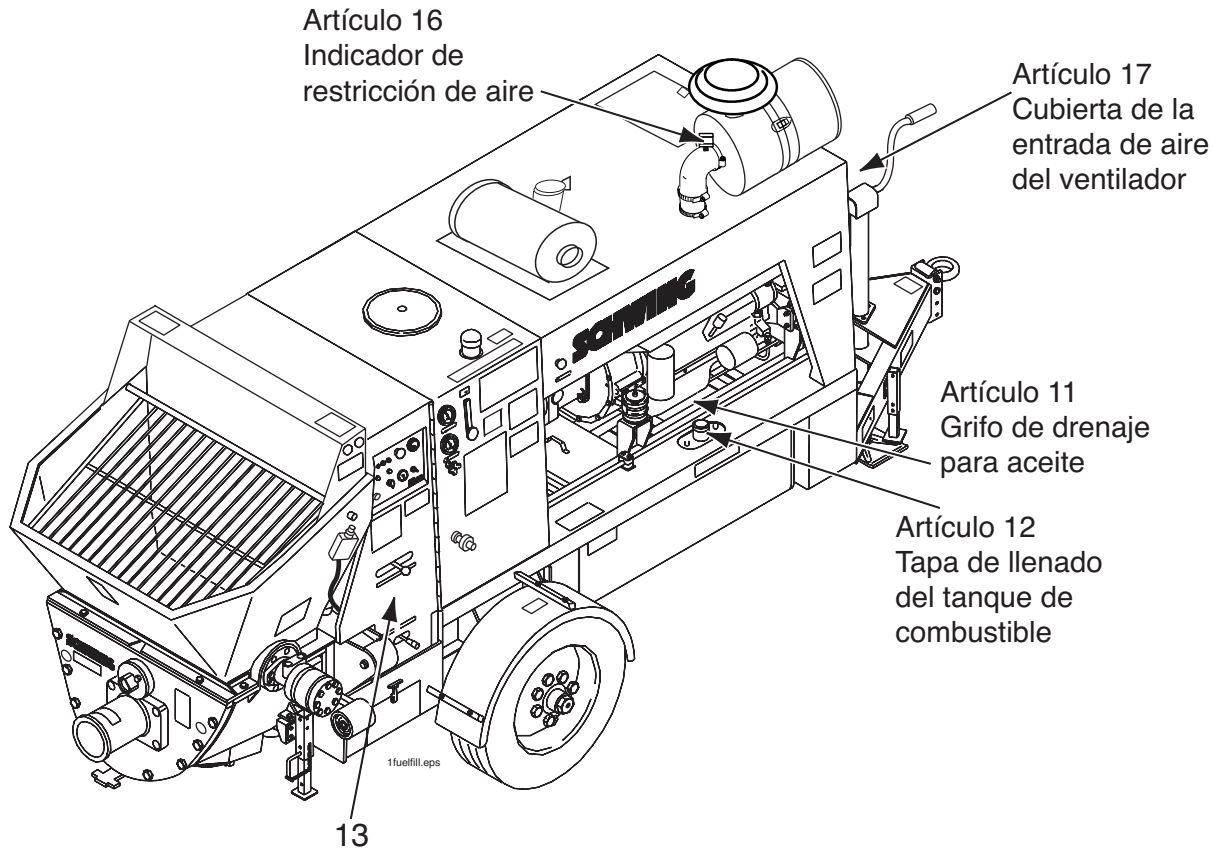
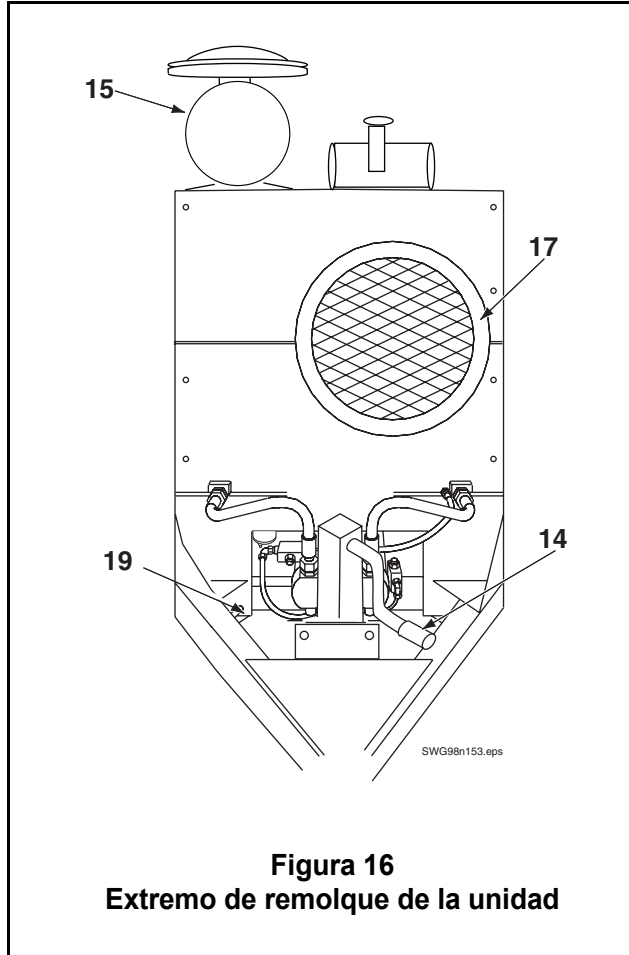

Figura 15
Figura 16
- Pieza 11. Grifo de drenaje de aceite del motor diesel (Figura 15). Se utiliza para drenar aceite de la caja de engranajes para el servicio de rutina.
- Pieza 12. Tapa de llenado del tanque de combustible diesel (Figura 15).
- Pieza 13. Válvula de un cuarto de vuelta (Figura 15). Esta válvula evita el desplazamiento de la válvula oscilante (consulte la Figura 4) y, bajo ciertas circunstancias, hace que la unidad vaya a un estado de alta presión.
- Pieza 16. Indicador de restricción de aire (Figura 15 y Figura 19). Indica la cantidad de aire restringido al motor causado por un filtro sucio o tapado.
- Pieza 17. Cubierta de entrada de aire del ventilador (Figura 15, Figura 16, y Figura 18) para motores diesel Deutz enfriados por aire. Mantenga esta abertura limpia y libre de suciedad y basura. Si está bloqueada se sobrecalentará el motor.
- Pieza 14. Manivela (Figura 16). Ajuste la extensión / retracción del dispositivo manual para levantar con gato.
- Pieza 15. Filtro de aire (Figura 16 y Figura 19). Purifica el aire absorbido por el motor diesel.
- Pieza 19. (Figura 16) Prefiltro de combustible diesel con grifo de drenaje para agua (Figura 20). El filtro elimina el agua del combustible diesel mientras que el grifo de drenaje permite que se drene la humedad. En la Figura 21 se muestra el filtro principal del motor Tier 3/Com3.